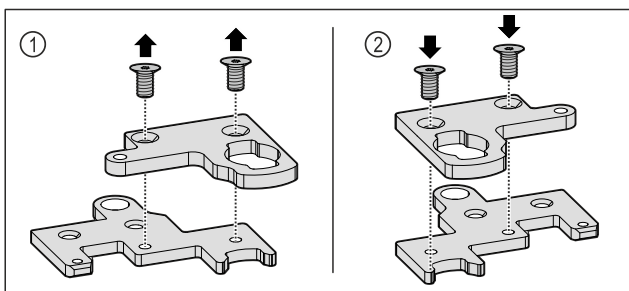

Fig. 35
- ▶ Rastavite dvodijelne kutne šarke. Fig. 35 (1)
- ▶ Ponovno sastavite dvodijelne kutne šarke okrenute za 180°. Fig. 35 (2)